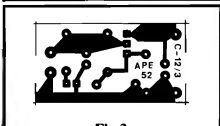

Fig.3
- FIG. 3 - LAY OUT DO CIRCUITO IMPRESSO ESPECÍFICO - A placa é tão pequena (em tamanho natural, na figura...) que pode até ser feita aproveitando-se uma "lascinha" de fenolite cobreado qualquer, que esteja "sobrando" aí pela sucata do Leitor/Hobbysta (ou ainda adquirida a preço "de banana" nas lojas de saldos...). Como são poucos (e pequenos...) os componentes, foi possível elaborar-se um padrão bastante compacto para as ilhas e pistas cobreadas, contribuindo para a miniaturização do conjunto... Recomendamos que o Leitor/Hobbysta use materiais profissionais na traçagem, ou seja: decalques ácido-resistentes, que darão excelente acabamento ao Impresso... Entretanto, quem for bastante "caprichoso", poderá perfeitamente executar a traçagem com tinta (caneta apropriada...). Quem ainda não tem muita prática na confecção e utilização prática dos Circuitos Impressos, deve ler com atenção as INSTRUÇÕES GERAIS PARA AS MONTAGENS (lá no começo de toda APE...), na busca de importantes informações, conselhos e "dicas" práticas...